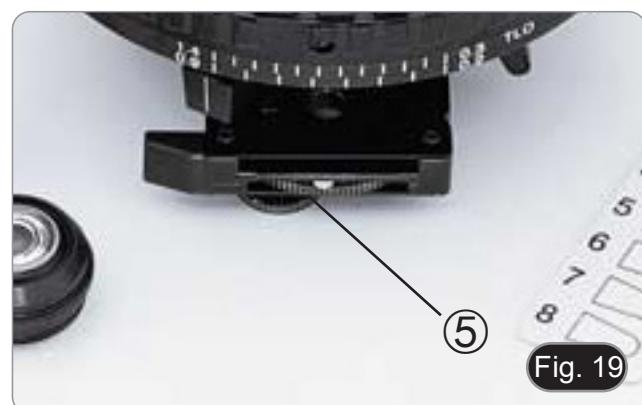

Fig. 19
- 6. Ruotare la rotella del polarizzatore ⑤ sotto il condensatore (Fig. 19) per ottenere il massimo oscuramento agli oculari, quindi serrare la vite di bloccaggio della rotazione del polarizzatore ④.